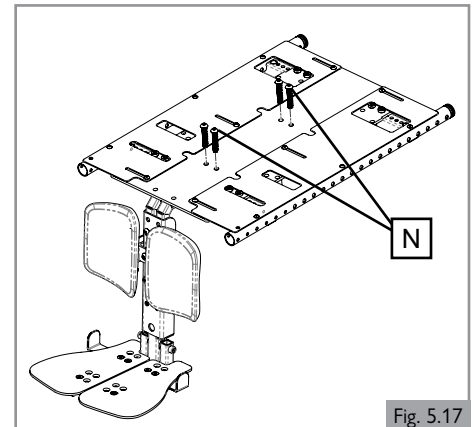
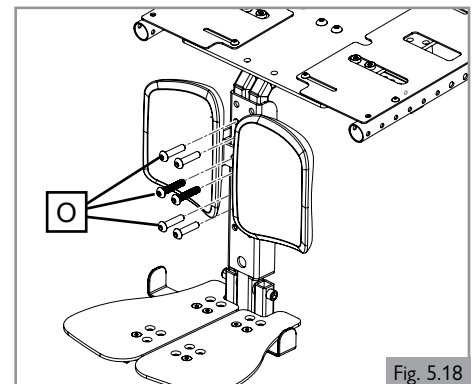
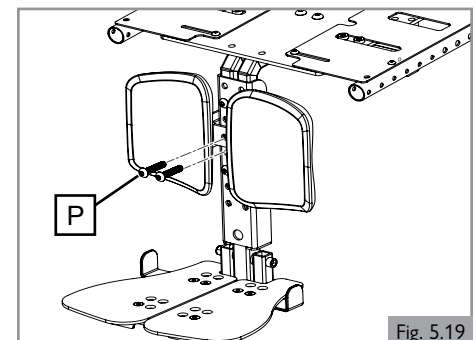

Fig. 5.17
Fig. 5.18
Fig. 5.19
1. Retrait du bloc (Fig. 5.17)
- a. Retirez les quatre vis (N) et extrayez le repose-pieds du récepteur en le faisant glisser.
2. Réglage de la hauteur de la plaque de pied (Fig. 5.18)
- a. Retirez les six vis de fixation (O).
- c. Fixez à nouveau les vis (O) dans les trous ajustés et serrez la visserie.
3. Réglage du coussin de mollet (Fig. 5.19)
- a. Retirez les deux vis de fixation (P).
- c. Fixez à nouveau les vis (P) dans les trous ajustés.